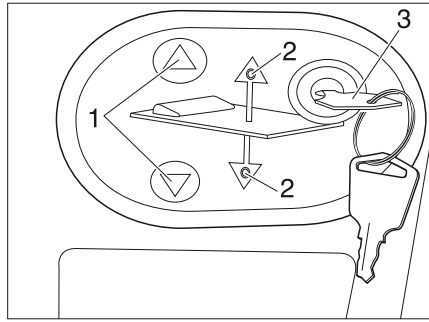

Bild 165 Manöverpanel för elektriskt höjbar säng
- Sätt in nyckeln (Bild 165,3) i manöverpanelen.
- Tryck på knappen  (Bild 165,1) och håll den nertryckt. LED-lamporna (Bild 165,2) tänds och den höjbara sängen sänks till mittläget och stannar sedan.
- Tryck på knappen  (Bild 165,1) och håll den nertryckt. Motsvarande LED-lampa (Bild 165,2) lyser och den höjbara sängen sänks ända ned.